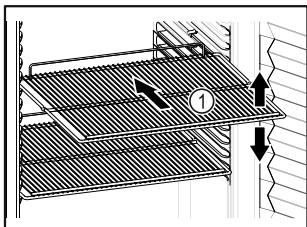

Fig. 61 Príklad zobrazenia
- Ak sa dajú odkladacie rošty Fig. 61 (1) premiestniť, prispôsobte výšku.